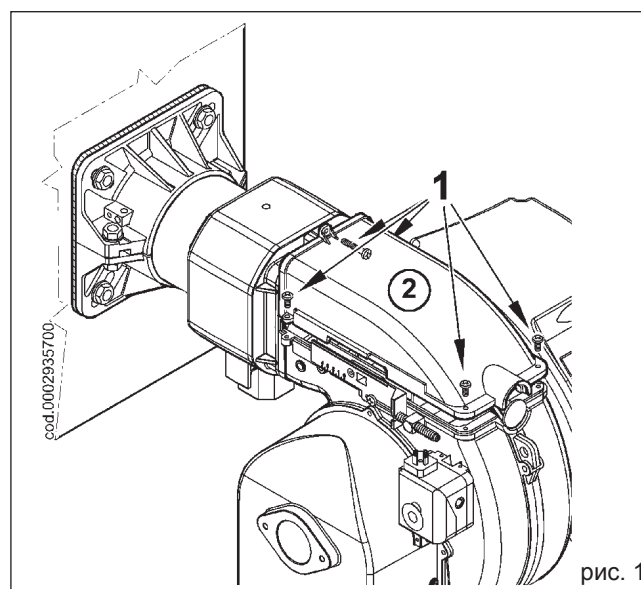

рис. 1
- 1) Открутить винты (1) и снять крышку (2) (рисунок 1).
- 2) Убедиться, что подвижная пластина (3) закреплена
2) Повернуть на 180° коленчатый фитинг (4) и смеситель (6) так, чтобы вход газа был обращен вверх (рисунок 1). Снова закрепить смеситель и шток продвижения узла на газоподающей трубе.
3) Теперь необходимо снять 4 гайки (7), показанные на рисунке 2, освободить огневую трубу (8) от соответствующих шпилек и установить ее обращенной вверх резьбовым соединением для крепления газовой ramпы.